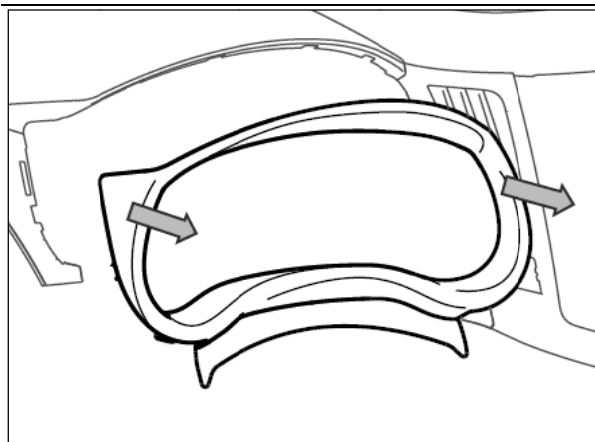

图 1.5.10 组合仪表罩板拆卸示意图
- (1) 拆卸该产品时不建议用一字螺丝刀等工具拆卸,会破坏产品外表面。
- (2) 双手放在图 1.5.10 所示箭头位置,沿箭头方向缓慢拔该零件直至装配处结构都脱开。